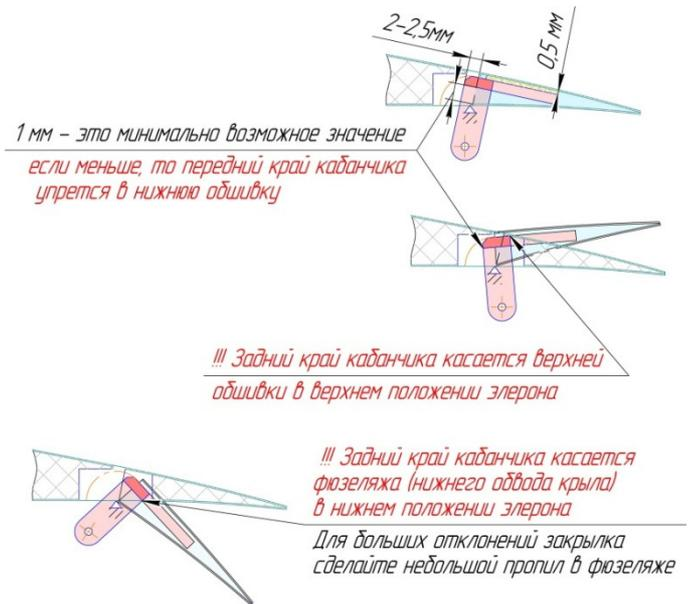

Рис. 2.15 – Кинематика кабанчика элерона
**Внимание:** Кабанчик крыла Snipe имеет сложную кинематику. При неправильном расположении по глубине и хорде крыла он при повороте может упереться в верхнюю обшивку крыла. Рис.2.15